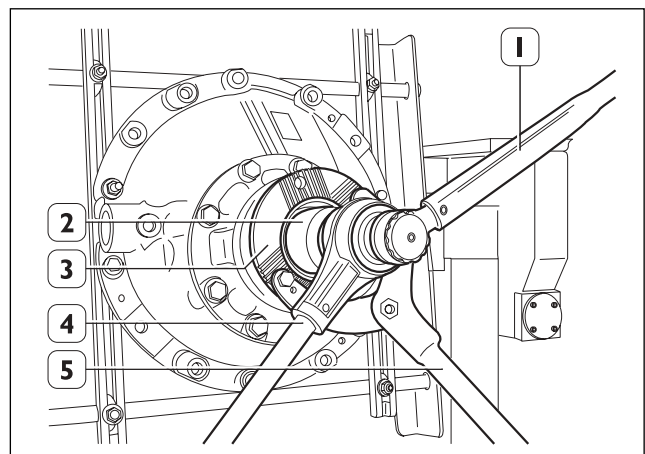

Fig. 43
3. Bloquear la rotación de la brida de entrada (3) mediante un útil de retén CT03 (5). Con la llave graduada (2), el multiplicador (4) y la llave dinamométrica (1) apretar la tuerca  de retén del piñón al par descrito (1350 a 1670 Nm).(Fig. 43)